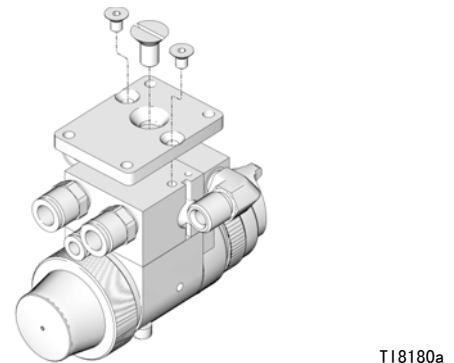

图 5：改装适配器托板
1. 用配件包随供的三个螺丝将适配器托板安装到歧管上 (图 5)。